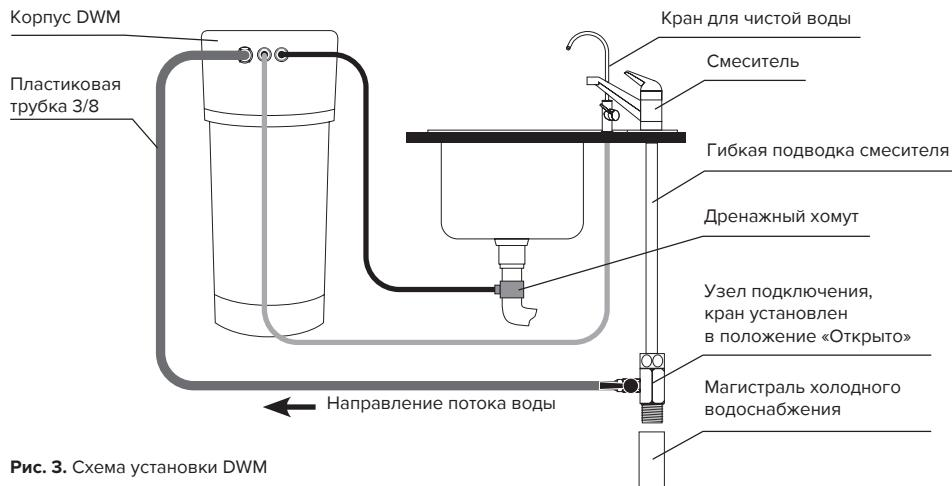

Рис. 3. Схема установки DWM
- Подсоедините подводящие трубы, следуя схеме на рис. 3.